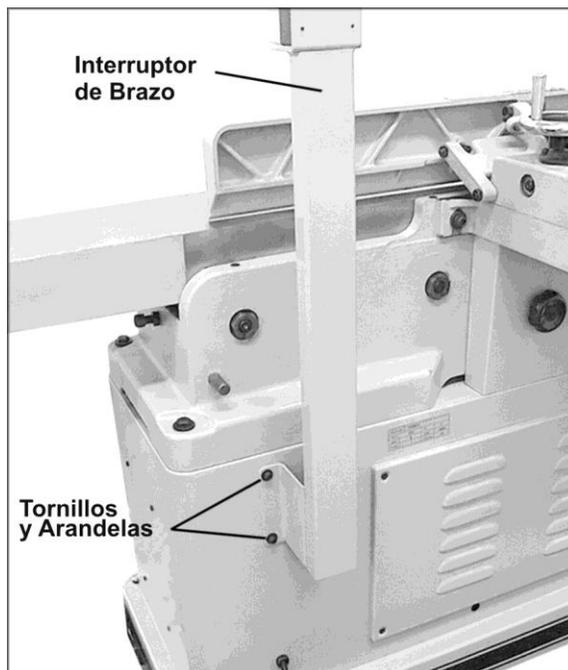

Figura 3
1. El interruptor de brazo fue embalado en posición horizontal. Afloje y retire los cuatro tornillos de cabeza hueca y las arandelas planas en el soporte del interruptor de brazo (Figura 3) con una llave allen de 5mm. Sujete el interruptor de brazo mientras realiza esta acción, para evitar que el brazo se caiga.
2. Posicione el interruptor de brazo en posición vertical, tal como se muestra en la Figura 3 y alinee los cuatro orificios del soporte con los cuatro orificios en la canteadora.
3. Reinserte los cuatro tornillos de cabeza hueca con las cuatro arandelas, como se muestra en la Figura 3.